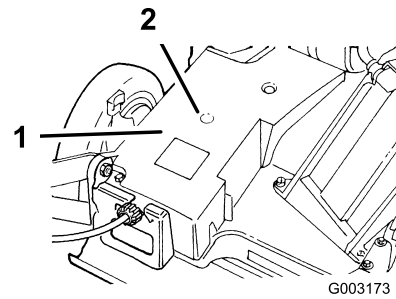

Figura 21
2. Conecte una pistola de engrasar en el punto de engrase a través del hueco de la cubierta de la correa (Figura 21).